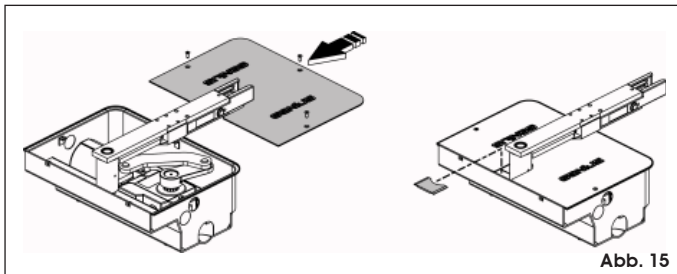

Abb. 15
- 4. Gehäusedeckel anhand der mitgelieferten Schrauben befestigen (Abb. 15).